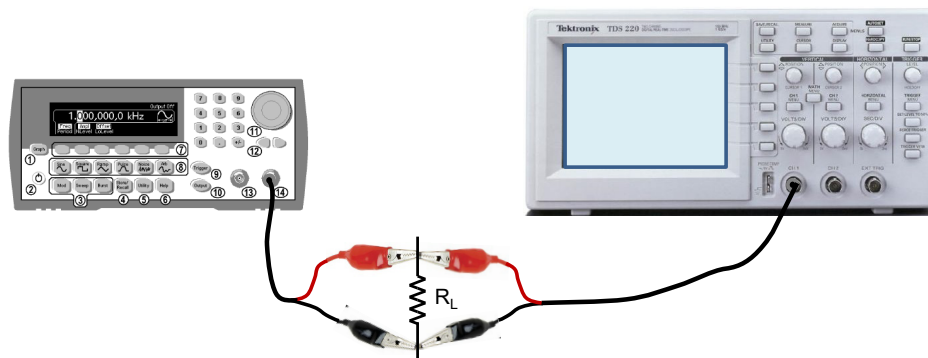

Figura 4. Connexió d'una resistència en la sortida del generador de senyal i mesura de la tensió entre els seus terminals
**ACCIÓ:** Connecta una càrrega de  $100\ \Omega$  a la sortida del generador segons el diagrama de la Figura 4. Configura el GF amb el valor de la impedància de càrrega i per generar un senyal sinusoïdal de 4 Vpp, 40 kHz i DC de 2 V.